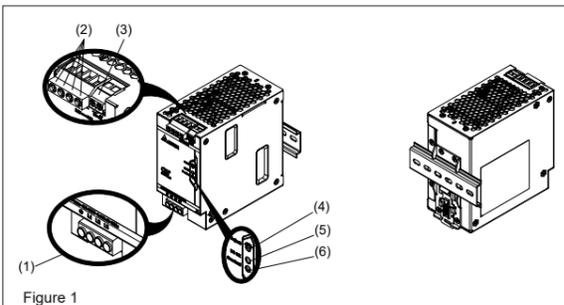

Figure 1
4.1. Input connection (Fig. 1 (1), Fig. 6)
Use L1, L2, L3 and PE connections of input terminal connector (see Fig. 1 (1)) to establish the 3 x 400-500Vac connection. Fig. 6 shows the connection to the various network types.
4.2. Output connection (Fig. 1 (2))
Use the “+” and “-” screw connections to establish the 24Vdc connection. The output provides 24Vdc. The output voltage can be adjusted from 24 to 28Vdc on the potentiometer. The green LED DC OK displays correct function of the output (Fig. 1 (5)). The device has a short circuit and overload protection and an over voltage protection limited to 32Vdc.
2. Description de l'appareil (Fig. 1)
- Potentiomètre de réglage de tension continue (CC)
5.1. Raccordement d'entrée (Fig. 1 (1), Fig. 6)
Utilisez les bornes L1, L2, L3 et PE (voir Fig. 1 (1)) pour raccorder en 3 x 400-500 Vca. Le raccordement aux divers types de réseau est représenté à la Fig. 6.
4.2. Raccordement de sortie (Fig. 1 (2))
Utilisez les bornes à vis « + » et « - » pour relier au 24 Vcc. La sortie délivre un courant en 24 Vcc. La tension de sortie peut être réglée entre 24 et 28 Vcc à l'aide du potentiomètre. Le voyant DEL OK vert indique le bon fonctionnement de la sortie (Fig. 1 (5)). L'appareil est équipé d'une protection de court-circuit et contre les surcharges, ainsi que d'une protection contre les surtensions réglée à 32 Vcc.